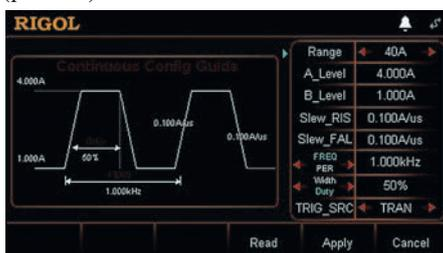
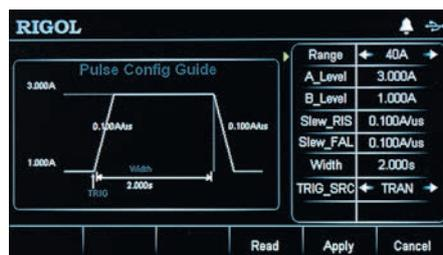
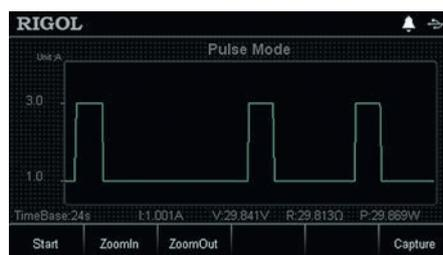

Рис. 11. Экранный интерфейс при задании параметров в непрерывном динамическом режиме работы прибора
Рис. 14. Экранный интерфейс при задании параметров в импульсном динамическом режиме
Рис. 15. Визуализация импульсного динамического режима работы в графическом виде на экране прибора
Пользователю доступно задание не только амплитудных значений уровней переключения (A и B), но и таких частотно-временных параметров, как частота / период переключения (T), длительность нахождения на заданном уровне / скважность, скорость нарастания и спада тока при переходе между уровнями, а также источник запуска (рис. 11).
В импульсном, как и в непрерывном, режиме доступны такие установки, как: амплитуда уровней «А» и «В» в двух диапазонах, скорости нарастания и спада, три источника запуска, а вместо длительности импульса или периода — время стояния на уровне (Width) (рис. 14).
График работы нагрузки в импульсном режиме также можно визуализировать (рис. 15).
Здесь хотелось бы немного отойти от темы режимов работы нагрузки. Из рис. 14 и рис. 15 видно, что внешний вид, точнее цветное отображение последнего описанного режима на экране, претерпело изменение. Объяснение этому очень простое: для демонстрации статических режимов работы и непрерывном динамическом режиме работы (рис. 11, 12) были показаны экраны электронных нагрузок Rigol DL3000A. Как уже было указано выше, одной из особенностей нагрузок с индексом «А» является цветовая дифференциация кнопок управления на передней панели
прибора. Но кроме этого, модели с индексом «А» (DL3031А и DL3021А) предусматривают и полноцветное отображение параметров на экране, что и видно на рис. 11, 12. Модели DL3031 и DL3021 предусматривает квазимонохромное отображение на экране, хотя это скорее условность, т.к. параметры, величины, графические подсказки и т.д. все равно выделяются другим цветом. Для наглядности, начиная с импульсного режима работы нагрузки (рис. 14), снимки экранов всех дальнейших режимов будут показаны снятыми с экранов моделей без индекса «А».